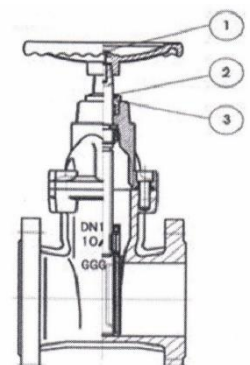

Рисунок 1
2. Снять штурвал/редуктор. Предварительно выкрутив болт (1 Рис. 1)
3. Снять капюшон (2 Рис. 1)
4. Снять втулку (3 Рис. 1)